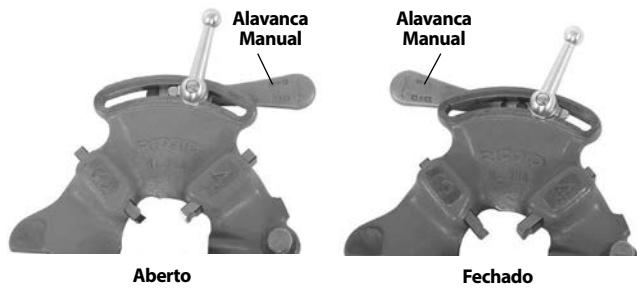

Figura 7 – Posição da Alavanca Aberta/Fechada
2. Desloque a alavancas manual para a posição OPEN (Aberta) (Figura 7).